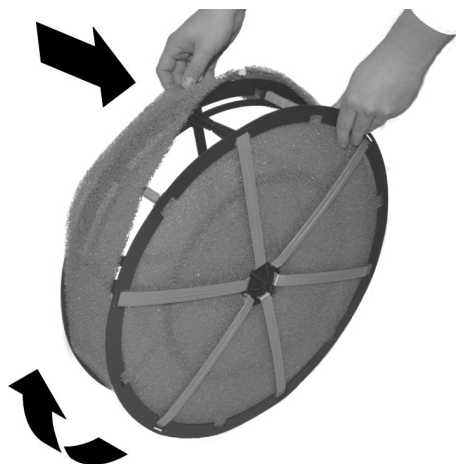

Abb. 27: Äußeren Verdunstfilter überziehen
10. Neuen äußeren Verdunstfilter vorsichtig über die Filtertrommel ziehen (Abb. 27), dieser kann reißen.